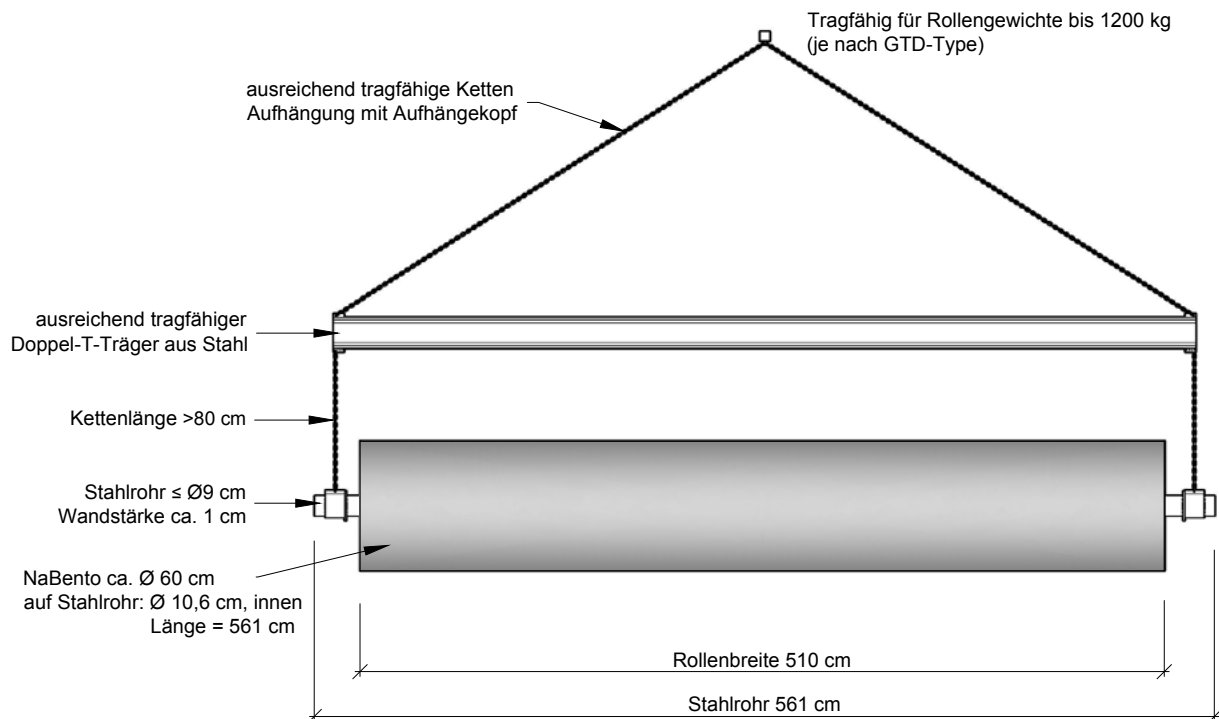

Abb. 1: Hebetraverse
- Baustellengerät mit Hebetraverse oder mit tragfähigem Rohr, geschoben durch den Rollenkern (Abb. 1)